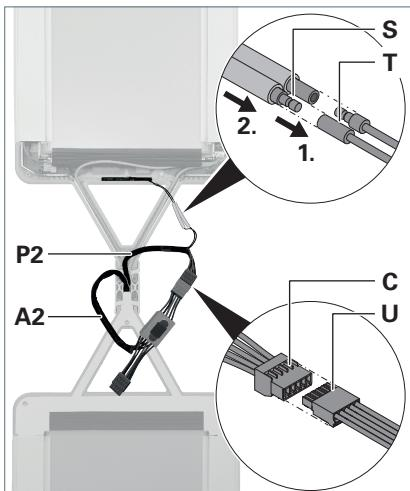

Fig. 15: Collegare le linee di alimentazione e l'antenna.
- ▶ Collegare la linea di alimentazione **P2** dal tubo verticale con la linea di alimentazione **A2** del set di trefoli, inserendo il portaconnettore a listello **U** nella morsettiera a perno **C**, vedere Fig. 15.